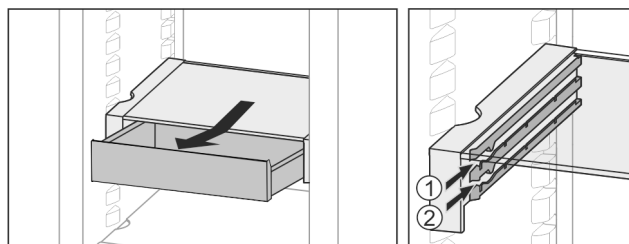

Fig. 22
- ▶ На любой высоте Fig. 22 (1) или Fig. 22 (2) вставить.